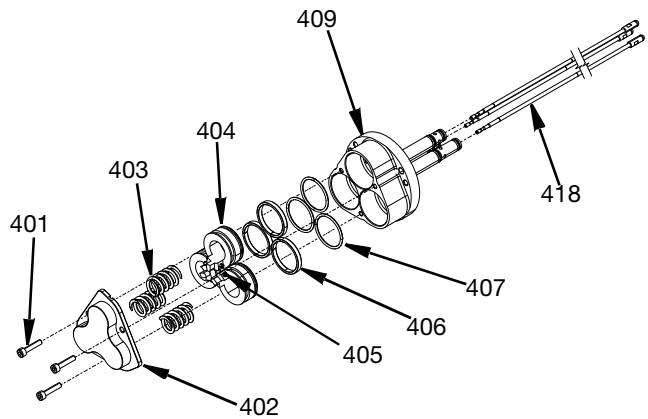

ABB. 16
1. Entfernen Sie die Zylinderabdeckung (402), indem Sie die drei M4 Innensechskant-Schrauben (401) mit einem Sechskantschlüssel lösen. Lösen Sie die Schrauben gleichmäßig, da die Abdeckung unter Federspannung (403) steht und beim Abnehmen klemmen könnte.
2. Lösen Sie die M3-Gewindestifte (405) um jeweils drei Umdrehungen und ziehen Sie die Kugelabspernnadeln (418) aus der Baugruppe heraus. Siehe ABB. 16.
3. Kolben (404) aus dem Luftzylindergehäuse (409) herausnehmen. Führungsringe (406) und O-Ringe (407) entsorgen.